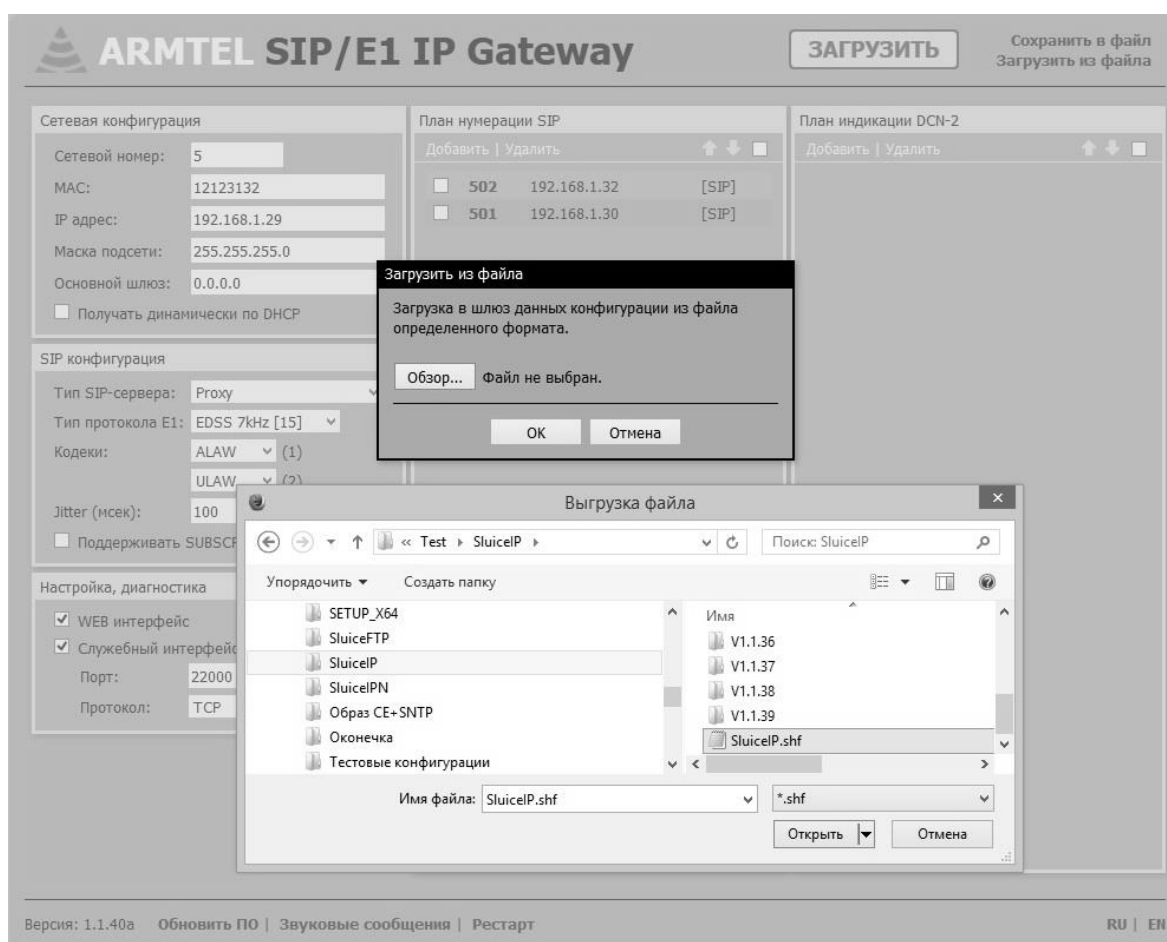

Рисунок 7 – Загрузка в модуль IP-шлюза сохраненного на диске файла конфигурации
- 3 – выбор и загрузка в модуль IP-шлюза сохраненного на диске файла конфигурации (см. рисунок 7);